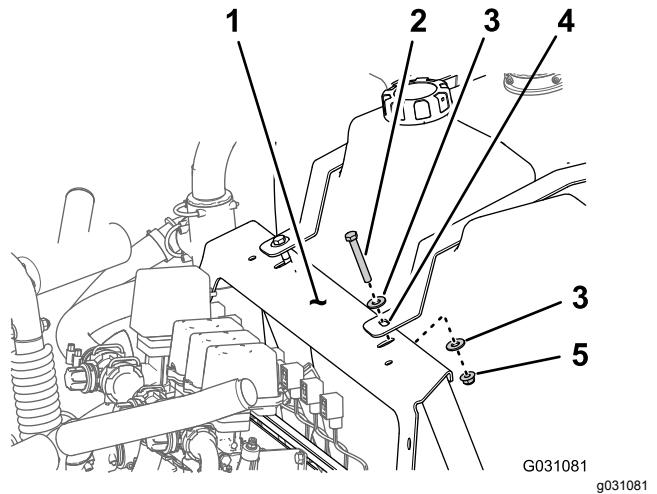

Figura 1
- C. Retire los 2 pernos ($\frac{3}{8}$ " x $2\frac{3}{4}"), las 2 contratuerca con arandela prensada ($\frac{3}{8}$ ") y las 4 arandelas ($\frac{3}{8}$ ") que sujetan los flejes del depósito de enjuague al bastidor del distribuidor (Figura 1).$